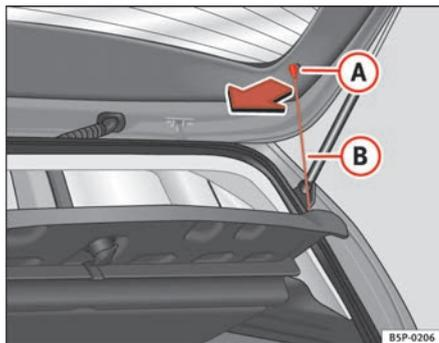

Fig. 123 Chapeleira
- Desengatar os tirantes ⇒ fig. 123 **B** dos alojamentos **A**.